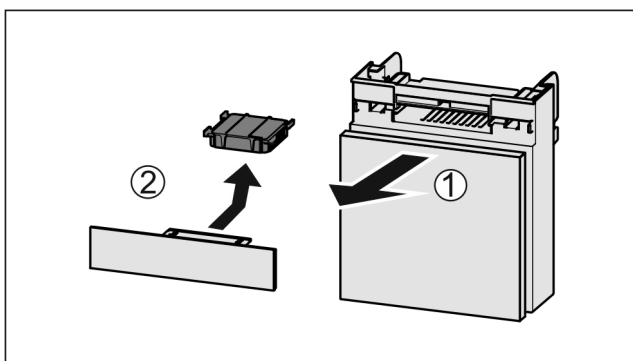

Fig. 161
- Pretinac izvucite Fig. 161 (1) prema naprijed.
- Izvadite filtara s aktivnim ugljenom Fig. 161 (2).